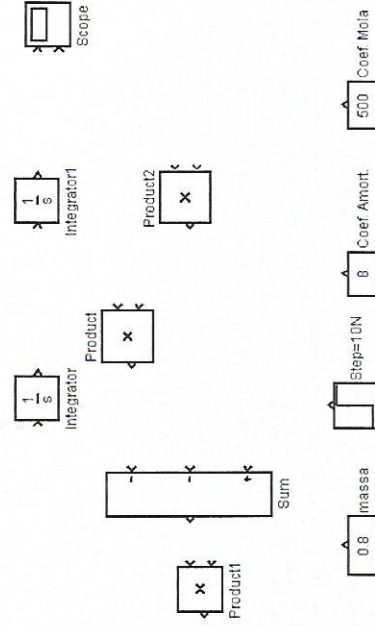

Figura C.6 Blocos preparados para realizar as interconexões.
(8) Clique no nome do ícone *Step*. Digite *Step = 10N*.
(9) Clique nos nomes dos ícones dos *Constant's* e digite nos respectivos locais: *massa*, *Coef. Amort.*, e *Coef. Mola*.
(10) Clique com o botão direito do mouse sobre o ícone *Step*. Aparecerá um menu. Clique no *Step parameters* e um novo menu aparecerá. Entre o valor *0.4* no *Step time* e o valor *10* no *Final value*.
(11) Clique com o botão direito do mouse sobre o ícone *Constant* de nome *massa*. Aparecerá um menu. Clique no *Constant parameters* e um novo menu aparecerá. Entre o valor *0.8* no *Constant value*. Repita o procedimento para os outros blocos *Constant's* colocando o valor *8* para o *Coef. Amort.* e o valor *500* para o *Coef. Mola*.
(12) Arraste os blocos para posições que facilitarão as suas interligações. Procure colocar todos os blocos de entrada (neste caso o *Step*) e também os blocos que definem os parâmetros do sistema (os *Constant's*) alinhados na parte inferior. Quanto aos blocos de saída, posicione-os no lado direito do diagrama, Figura C.6. Estas disposições facilitam as localizações dos blocos quando queremos efetuar modificações das entradas e dos parâmetros para novas simulações.
(13) Note que alguns blocos da Figura C.6 sofreram rotação. Para efetuar uma rotação de *90 graus*, clique no bloco e depois aperte *CTRL + R*. Se apertar novamente o *CTRL + R*, um novo giro de *90 graus* ocorrerá.
(14) Dê um duplo clique no bloco *Product1*. Aparecerá um menu para entrada de parâmetros. No *Number of inputs* entre “*/” (asterisco e barra de divisivo). Com estas informações a primeira entrada irá multiplicar e a segunda dividirá.